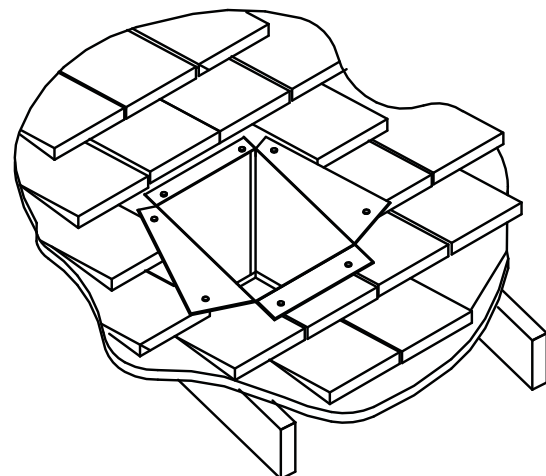

Figure 21
Étape 5. À l'aide de ciseaux à tôle, découper la boîte d'encastrement depuis les coins supérieurs vers la pente du toit et replier les rabats résultants sur le voligeage. Les rabats doivent être taillés au besoin (**Fig. 21**). Avant de la clouer sur le toit, appliquer un filet de produit d'étanchéité non durcissant autour de